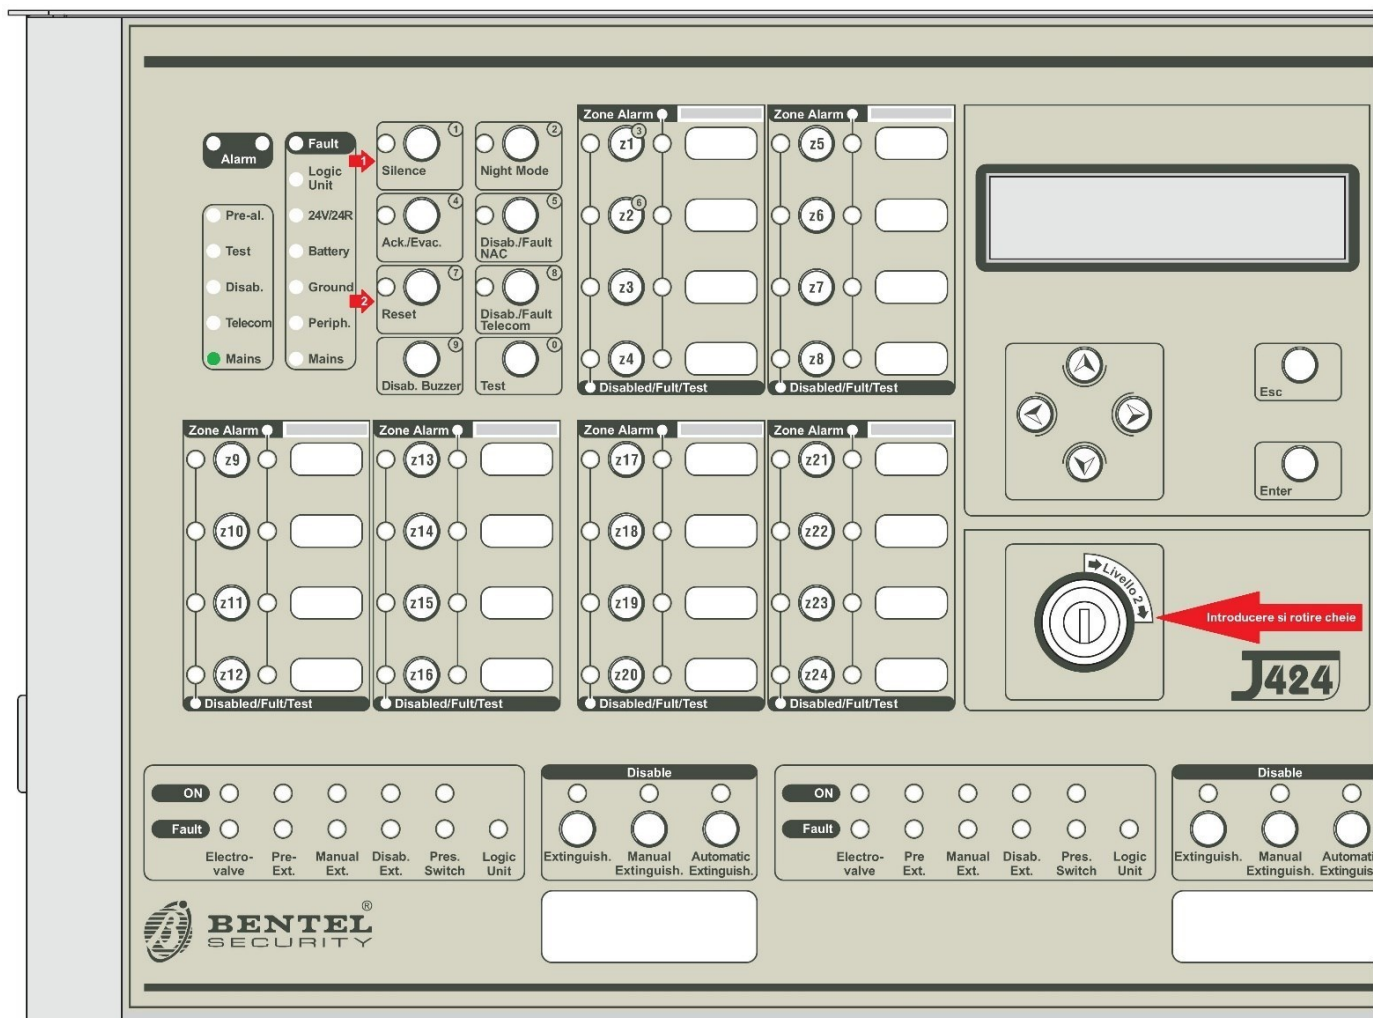

Fig. 6 - Resetare
1. Rotiți cheia centralei pe Level 2 (Fig. 6);
2. Apăsați tasta Silent (*Silențios* – Fig. 6), apoi tasta Reset (*Resetare* – Fig. 6);